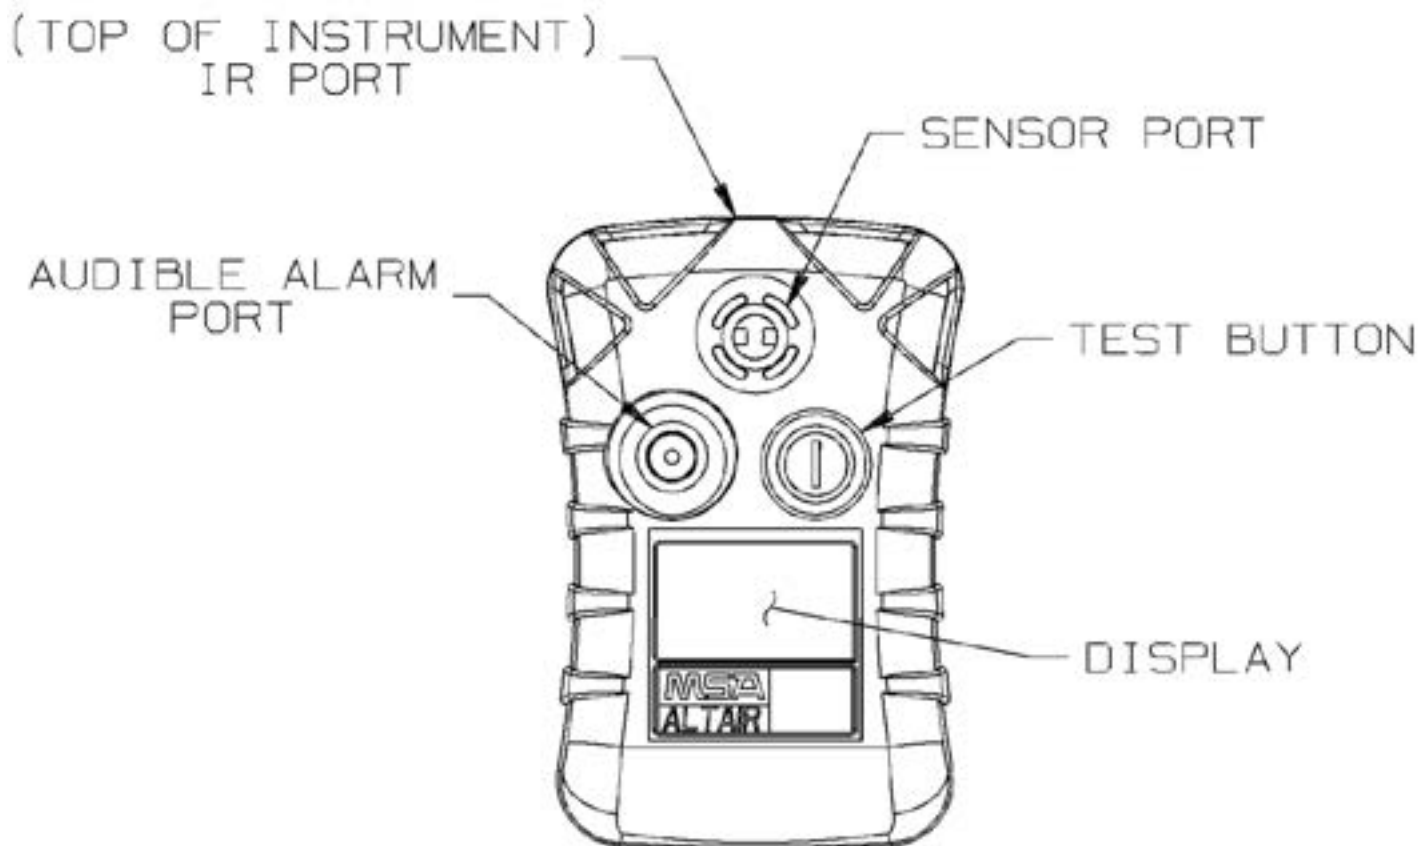

Figura 1 Vista general del Altair
2.3 Alarmas del Altair**Mediciones de gases tóxicos** (véase Figura 1)